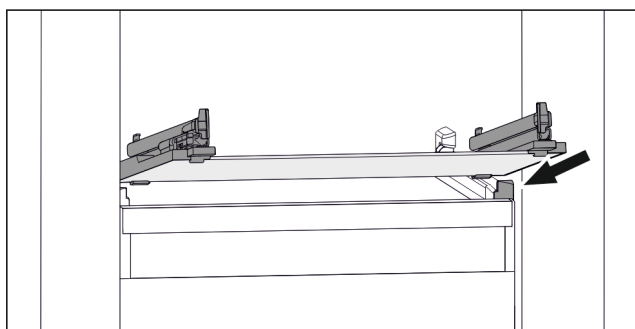

Fig. 51 Klaasplaadi näitlik kujutis
- Pange klaasplaat kaldu peatajate taga peale. (vt. Fig. 51)